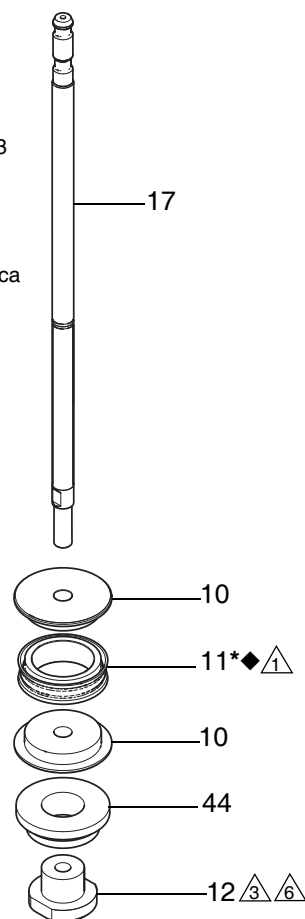
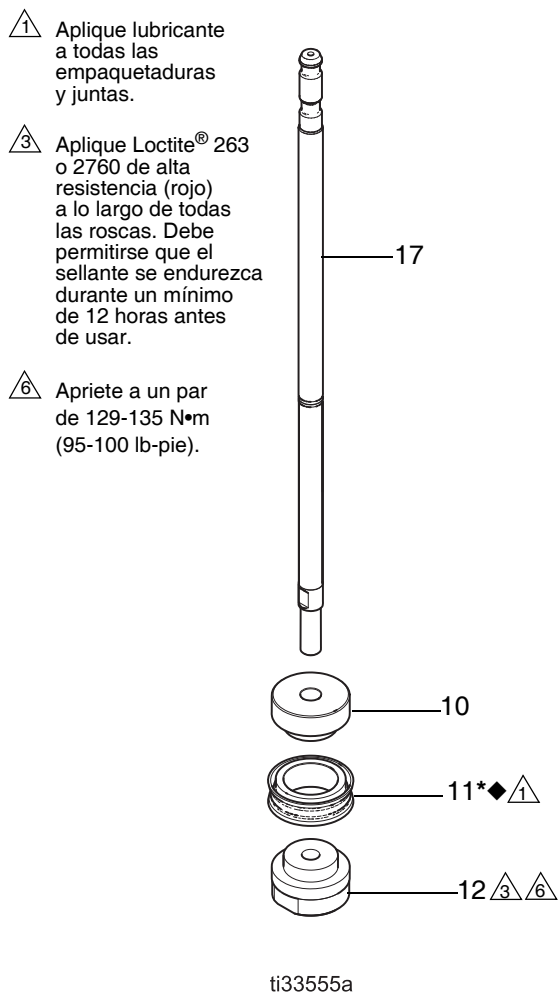

FIG. 6. Desmontaje o montaje del pistón (solo modelos de 1000 cc, 1500 cc y 2000 cc)
FIG. 7. Desmontaje o montaje del pistón (solo modelo de 750 cc)
Consulte la FIG. 6 en la página 10 o la FIG. 7 en la página 11.
1. Solo modelos de 1000 cc, 1500 cc y 2000 cc: Coloque las dos mitades del pistón (10) alrededor de la junta del pistón (11♦*) y encájelas entre sí. Consulte la FIG. 6.
- Solo modelos 750 cc y 750 cc HP: Coloque la junta del pistón (11♦*) en el pistón (10). Vea la FIG. 7 en la página 11.
2. Aplique Loctite® 263 o 2760 de alta resistencia (rojo) al diámetro interior en las roscas de la tuerca del pistón (12). Enrosque el eje (17) a través del pistón (10) y del espaciador (44; no se utiliza en el modelo de 750 cc) en la tuerca del pistón (12). Apriete la tuerca de pistón (12) a 129-135 N•m (95-100 lb-pie). Debe permitirse que el sellante se endurezca durante un mínimo de 12 horas antes de usar.